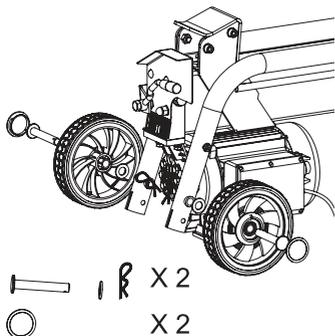

Рис. 2 Сборка дровокола LSH5001
1. Закрепите транспортировочные колеса на раме дровокола с помощью пальцев (Рис. 2).